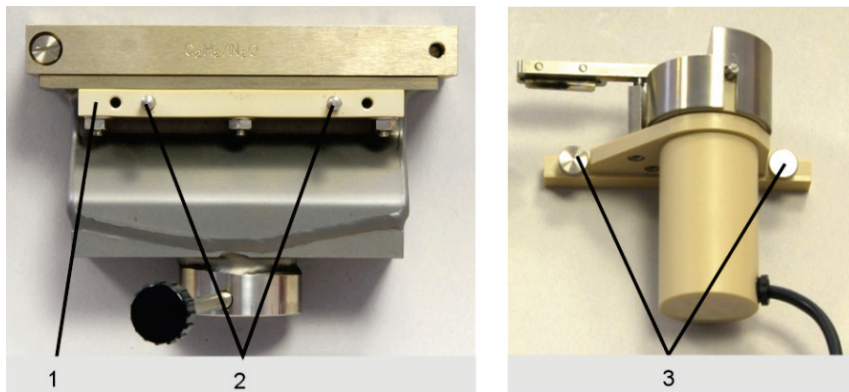

Fig. 49 Barra di fissaggio/viti a testa zigrinata sullo scraper
2. Svitare la barra di fissaggio (1 in Fig. 49) con le viti a testa zigrinata (3 in Fig. 49) dallo scraper.
3. Montare la barra di fissaggio sul corpo del bruciatore come descritto in Fig. 49. Per questa operazione utilizzare le tre viti più lunghe e i dadi di titanio in dotazione. Inserire le viti dall'alto attraverso la ganaschia anteriore del bruciatore e avvitare la barra di fissaggio con i dadi.
Inserire lo scraper sui perni di guida della barra di fissaggio (2 in Fig. 49) e fissare con le viti a testa zigrinata (3 in Fig. 49).